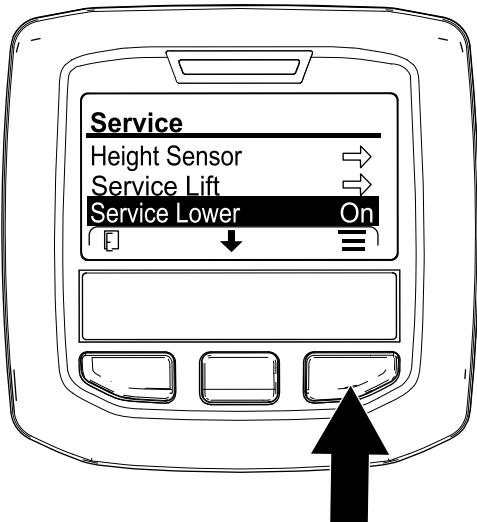

Рисунок 178
6. Нажимайте среднюю кнопку инфо-центра, пока не будет выбрана опция SERVICE LOWER (Опускание для обслуживания) (Рисунок 178), нажмите правую кнопку.